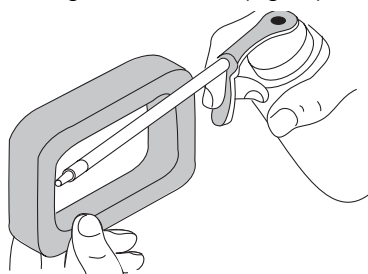

Fig. 30
4. Appliquez une quantité suffisante d'huile moteur propre SAE 30 pour enduire légèrement le filtre (Fig. 30).